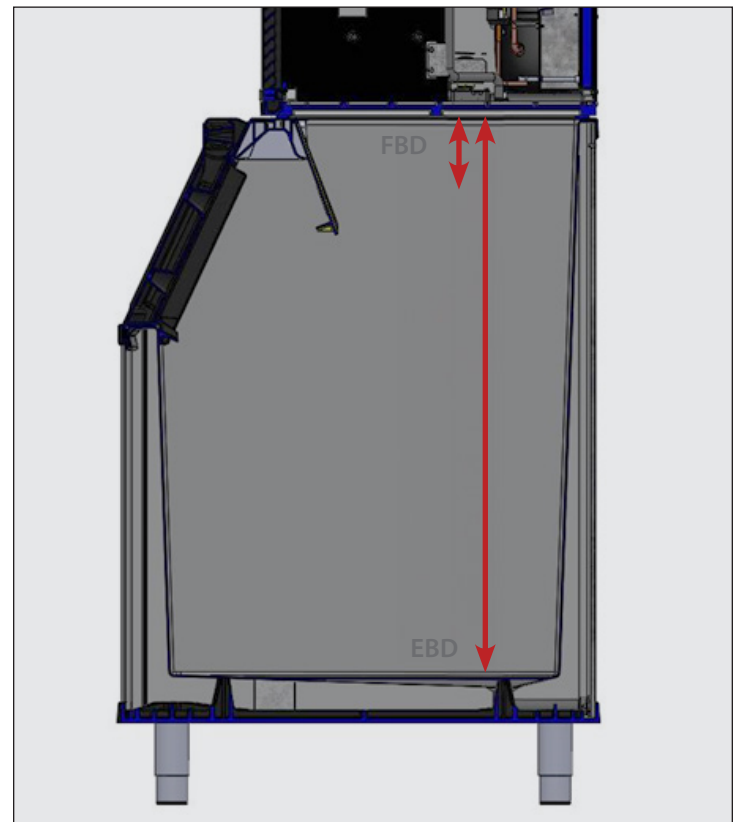

Abb. 1. FBD im Vergleich zu EBD.
- Abstand Voller Behälter (FBD) ist der Abstand in Zentimeter zwischen Sensor und Eis, wenn die Maschine mit niedergehaltener Klappe in den Zustand FULL BIN geht. Siehe Abb. 1.
- Abstand Leerer Behälter (EBD) ist der Abstand in Zentimeter zwischen Sensor und Unterseite des Eisvorratsbehälters. Siehe Abb. 1.